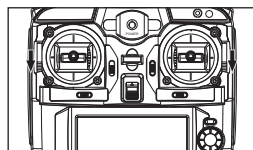

图2
2. 当遥控器两侧的油门模式切换键同时推倒“L”处时，为左手油门模式。（如图2）